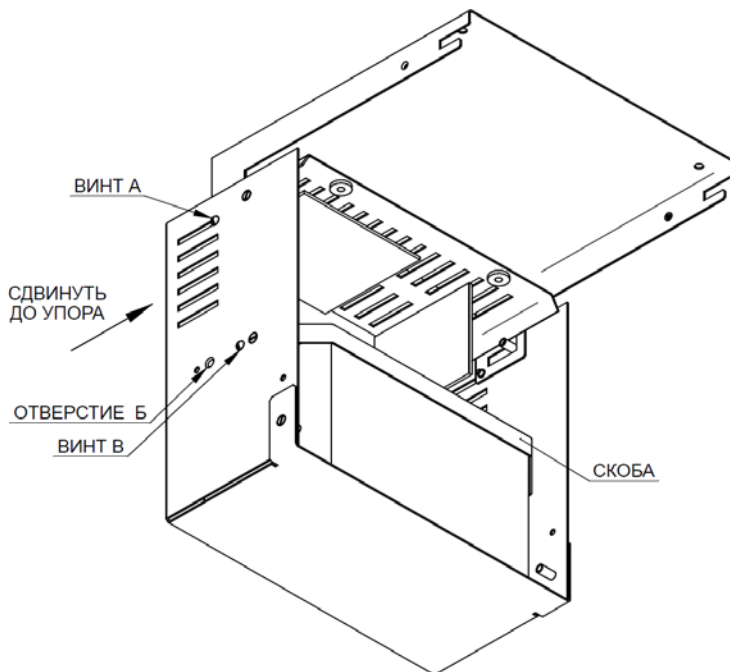

Рисунок 4 - фиксация открытой крышки для монтажа и установка АКБ.
- Повесить крышку на основание, зафиксировать винтами А (см. рис. 4), а потом произвести монтаж и установку АКБ.